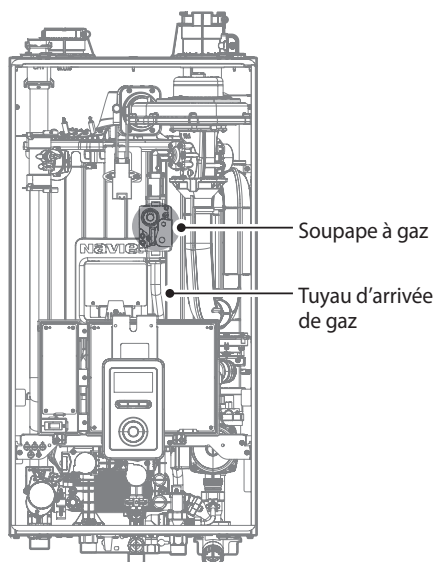

Figure 2. Composants internes des modèles NFC-H
4. Une fois les composants internes visibles, repérez le conduit d'arrivée du gaz et la soupape à gaz, comme illustré à la figure 2.